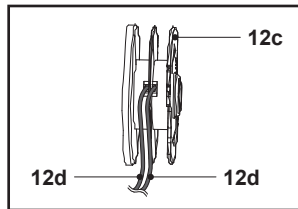

Fig. 27
5. Insira uma extremidade dos novos fios do aparador (12d) através do pequeno olhal na bobina do aparador (12c) na direção das setas (Fig. 27).